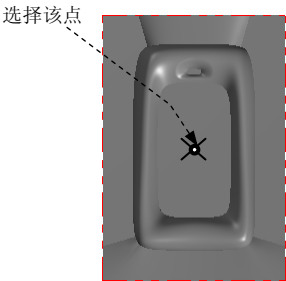
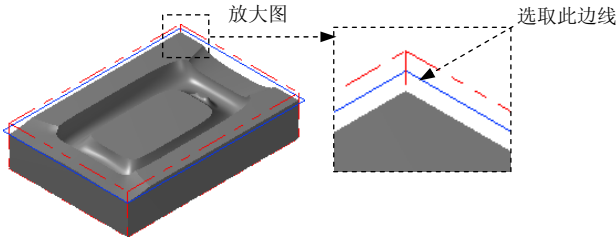

图 23.4 定义基准点
图 23.5 绘制矩形边界
Step1. 绘制矩形边界。单击顶视图 按钮，选择 **C 绘图** **→ R 矩形** 命令，系统弹出“矩形”工具栏。在“矩形”工具栏确认 按钮被按下，选择图 23.4 所示的点，然后在 后的文本框中输入 95，在 后的文本框中输入 135，按 Enter 键。单击 **✓** 按钮，完成矩形边界的绘制，结果如图 23.5 所示。